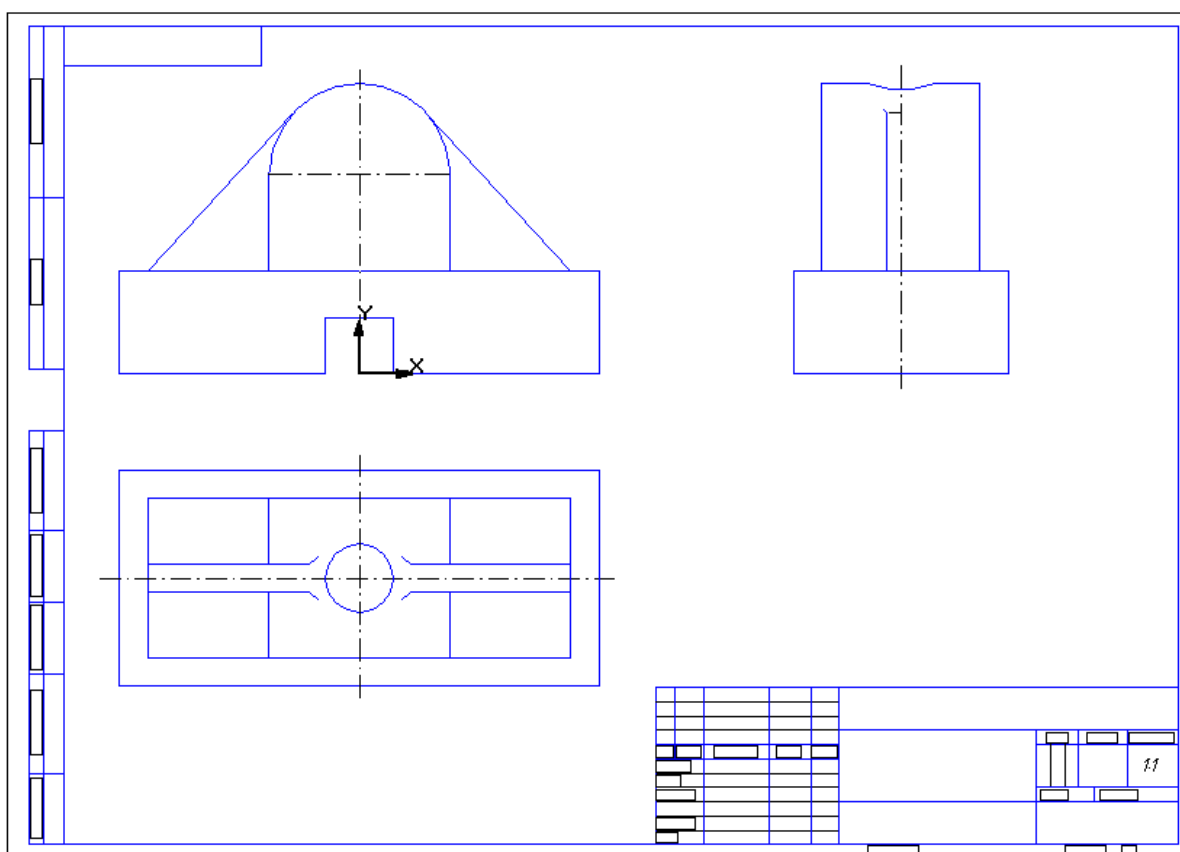

Рис. 84
7. Постройте изображения трех видов (рис. 84).